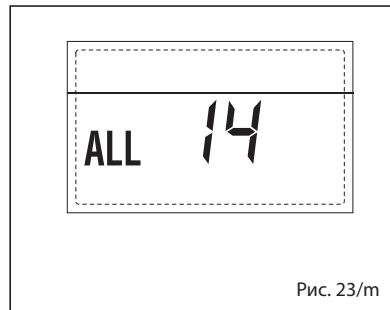

Рис. 23/m
– **НЕПОЛАДКА ВЕНТИЛЯТОРА, «ТРЕВ. 15» (рис. 23/n)**